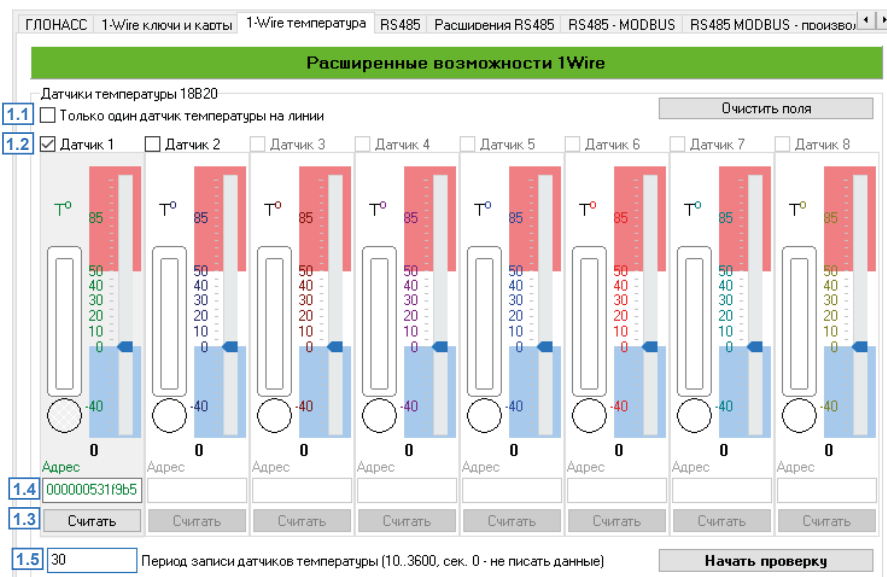

Рис.43. Вкладка «1-Wire температура».
- Для того чтобы разрешить подключение только 1 датчика температуры с произвольным адресом к контроллеру «АвтоГРАФ», необходимо включить в контроллере опцию «Только один датчик температуры на линии» (Рис.43, п.1.1).
- включить опцию «Датчик 1» (Рис.43, п.1.2);
- нажать кнопку «Считать», расположенную в секции настраиваемого датчика (Рис.43, п.1.3). Кнопка активна при включенной опции «Датчик 1 (2-8)». Адрес подключенного датчика будет считан в программу (Рис.43, п.1.4)
- Задать период записи показаний датчиков температуры 1-Wire в поле «Период записи датчиков температуры (сек)» (Рис.43, п.1.5). Диапазон допустимых значений 10..3600, 0 – не писать данные.
- Начать проверку подключенных датчиков, нажав кнопку «Начать проверку». Программа начнет опрос тех датчиков, для которых заданы адреса и работа с которыми разрешена в настройках (установлены галочки в поле 1.2 (Рис.43)).